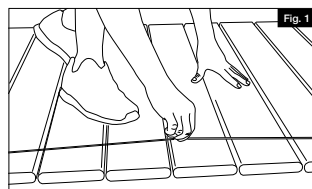
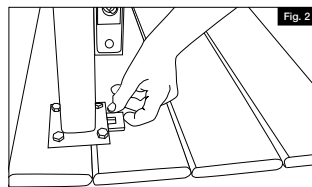

Fig. 1
Fig. 2
1. Level angle rail installation uses a combination of features used in both the level and stair applications. This installation will use the same mounting base of the stair brackets and similar components, while using the preset layout on the installation template for quick and easy install. Level angle brackets must be purchased separately. Place rail panel across the opening and adjust to ensure equal baluster spacing on each end (Fig. 1). Level angle mounting varies greatly on each installation.
2. Open the paper bracket mounting template (included with brackets). See Fig. 2 for level angle bracket components. Align bottom of template with top of the base trim, and secure template in place using a piece of tape. Follow instructions on template for pre-drill using a 1/8" drill bit. Remove template, align top and bottom bracket bases with covers attached (Fig. 3) with the holes ensuring that they are square, and fasten bracket bases in place using the non-painted flat-head 1 1/2" screws provided.
Temporarily assemble top and bottom level angle brackets. (Bracket components are shown in Figure 2.) Mounting brackets slide into bracket base, bracket cover is aligned, and the bracket is fastened together using the hinge bolt provided (Fig. 4). Align panel on desired angle and mark the top (Fig. 5) and bottom (Fig. 6) rails as shown. Repeat this on the other side of the panel. Label the top of the rail panel to simplify installation.
Déterminer l'emplacement souhaité des traverses, et tracer une ligne au cordeau sur la terrasse pour garantir que tous les poteaux sont correctement alignés (Fig. 1). S'assurer qu'il y a une structure de montage adéquate dans les zones destinées à recevoir les poteaux, et poser des cales au besoin. Mettre les poteaux d'aplomb à l'aide des cales fournies, fixer les poteaux en place (Fig. 2) et installer une bague de garniture sur chaque poteau.
1. Placer le panneau de rampe en travers de l'ouverture et l'ajuster pour assurer un espacement égal des barreaux à chaque extrémité (Fig. 1). Marquer le panneau de rampe sur la face du poteau aux quatre emplacements indiqués à la figure 1. Mesurer 1/4 po (6 mm) des marques vers le centre du panneau (pour permettre le dégagement du support, Fig. 2) et couper le panneau à cet endroit aux quatre extrémités au moyen d'une lame à pointe de carbure d'au moins 60 dents.